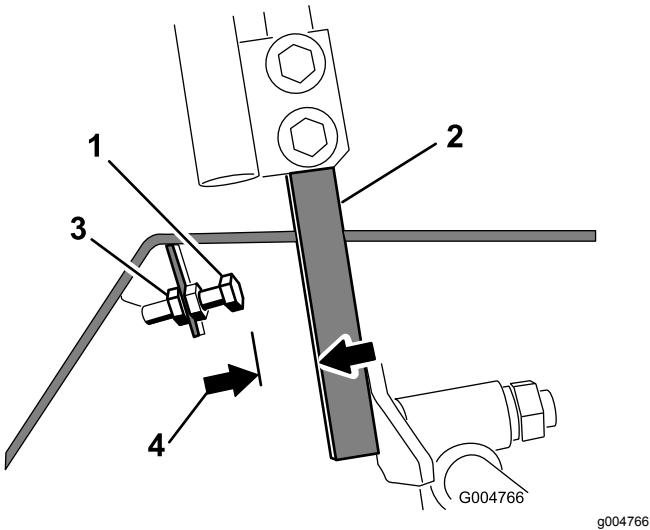

Figure 82
4. Desserrez l'écrou de blocage sur le boulon d'arrêt de l'un des leviers de commande (Figure 82).